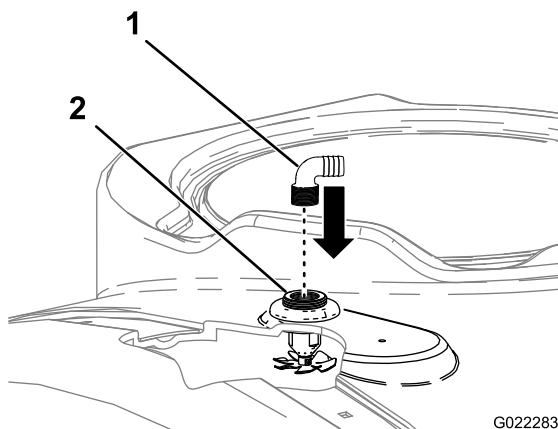

Figure 7
4. Placez les 2 cannelures de flexible de rinçage dans les ouvertures filetées des buses de rinçage (Figure 7).